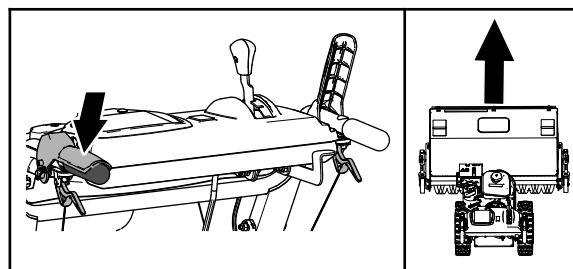

Figura 15
- Para conducir en línea recta, apriete la palanca de tracción pero no apriete las palancas de embrague de las ruedas (Figura 15).